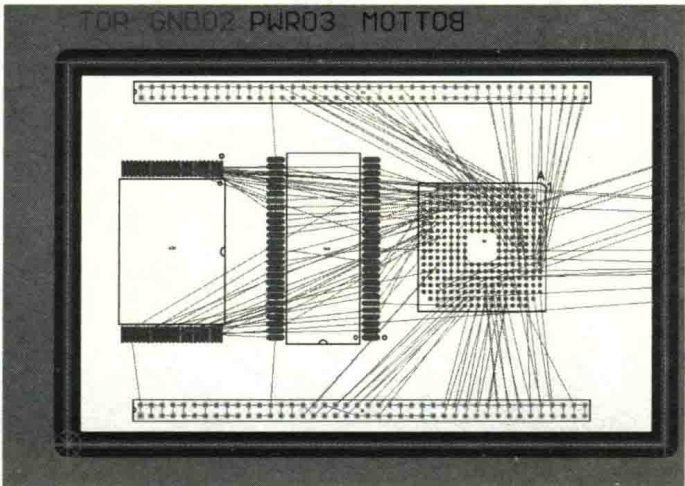

图 13-14 PCB 的预布局
(1) 放置好两个接插的座子及按键（客户要求的结构固定元件），根据元件的信号飞线和先大后小的原则，把大元件在板框范围内放置好，完成元件的预布局，如图 13-14 所示。